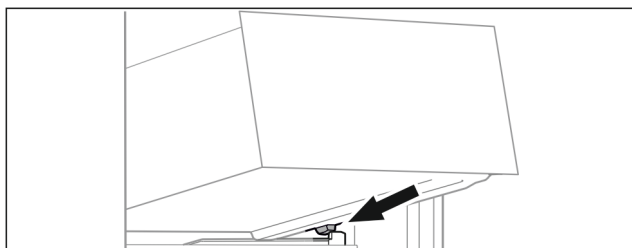

Fig. 114
- Nasad'te zásuvku šikmo za zarážky na žebrování na nádoby. (viz Fig. 114)